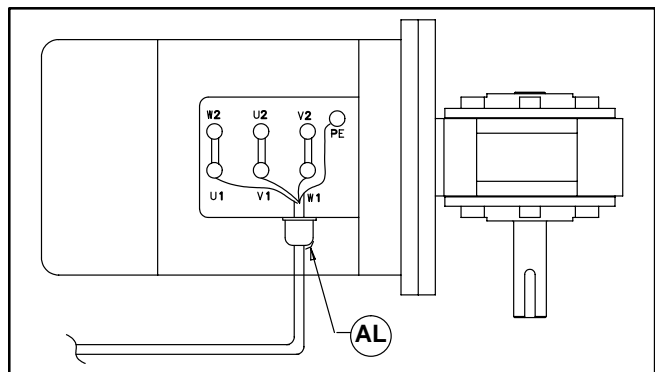

Abbildung 21
- b. Die Farben der Drahtleiter (Adern) an Klemmen U1, V1, W1 u. PE (Abbildung 21) aufschreiben. Die Klemmen U1, V1, W1 u. PE lösen und Drahtleiter (Adern) entfernen.
- c. Die Kabelklemme (AL siehe Abbildung 21) lösen und Kabel herausziehen.